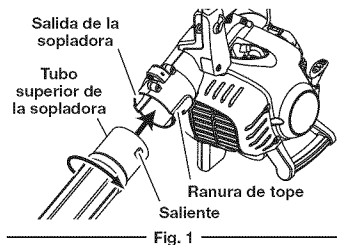

Fig. 1
1. Alinee el saliente del extremo del tubo superior de la sopladora con la ranura de tope en el extremo inferior de la salida de la sopladora (Fig. 1).
2. Inserte el tubo superior de la sopladora en la salida de la sopladora (Fig. 1).
3. Gire el tubo superior de la sopladora en el sentido de las agujas del reloj hasta que trabe en su sitio (Fig. 1).